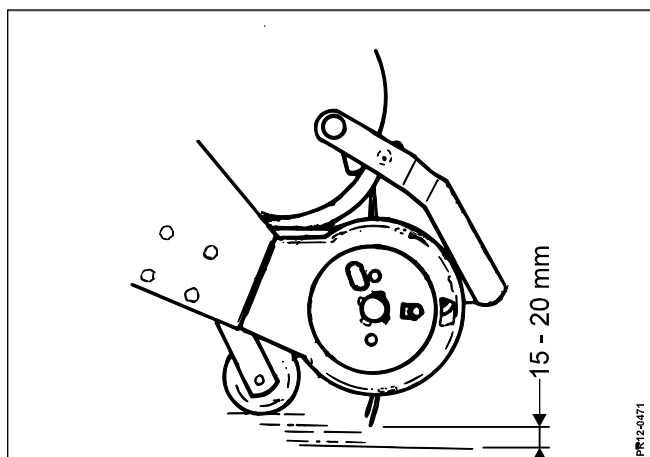

Fig. 3-7
- Fig. 3-7** La hauteur des rouleaux sous le pick-up peut être réglée. Régler la hauteur de façon à avoir 15 à 20 mm de distance entre la pointe des dents et le sol.